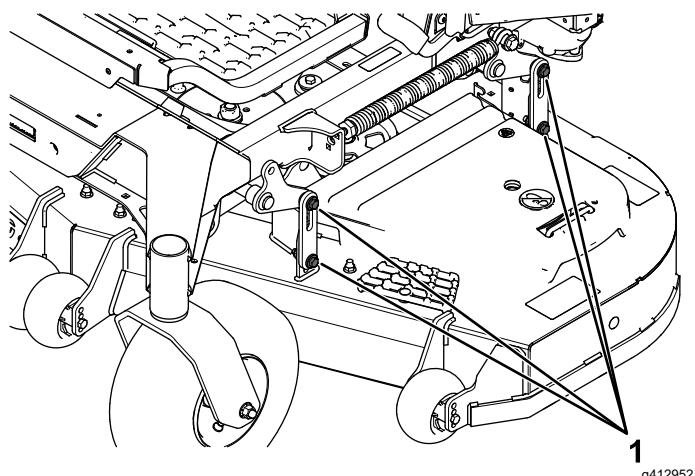

Figura 110
16. Afloje las contratuerca (Figura 110) en las 4 esquinas y asegúrese de que la carcasa de corte queda bien asentada sobre los 4 bloques.